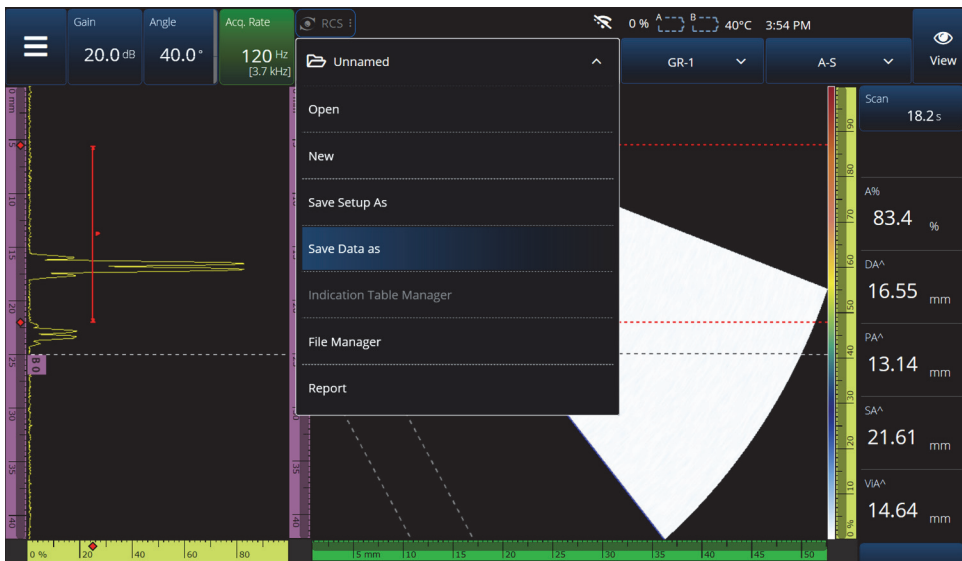

Figure 6-1 Menu File (Fichier)
Les configurations et les données d'inspection sont conservées et organisées à l'aide de fichiers, et présentées dans des rapports. Vous pouvez utiliser le menu **File** (Fichier) pour accéder à plusieurs paramètres de fichiers ainsi qu'à l'outil **Report** (Rapport) et au **File Manager** (Gest. fichiers) [Figure 6-1 à la page 215].
- Pour enregistrer votre fichier de configuration, sélectionnez **Save Setup As** (Enreg. config. sous) dans le menu  **File (Fichier)** (Figure 6-1 à la page 215).
- Pour ouvrir un fichier, sélectionnez **Open** (Ouvrir) dans le menu  **File (Fichier)** [Figure 6-1 à la page 215], puis choisissez le répertoire dans lequel se trouve le fichier. Vous pouvez ouvrir le fichier de configuration ou le fichier de données en sélectionnant le type de fichier. Vous pouvez également classer les fichiers par ordre alphabétique ou par date à l'aide de l'icône **Filter** (Filtre), et prévisualiser le fichier sélectionné (Figure 6-2 à la page 217).